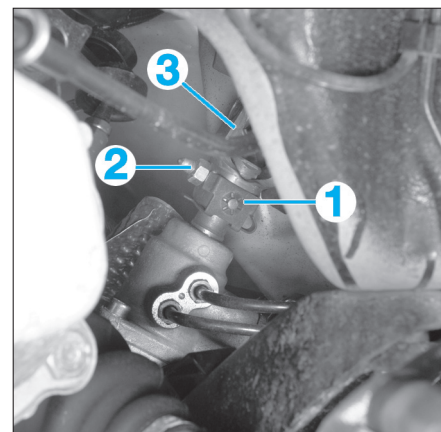

FIG. 9
- Déposer (Fig.9) :
- l'agrafe (1),
- la vis (2).
- Basculer le cardan (3) pour désaccoupler la valve de direction.